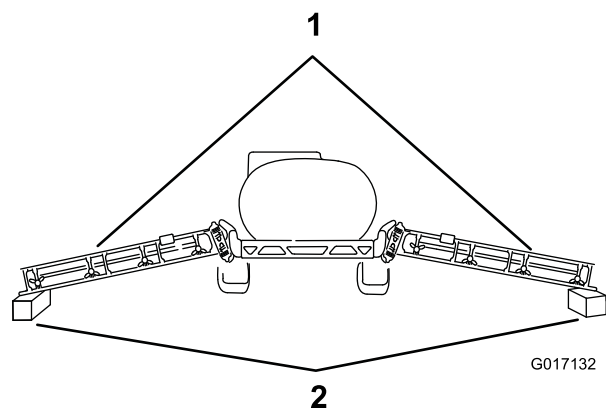

Рисунок 8
3. Осторожно опустите наружные секции стрелы на деревянные блоки высотой приблизительно 10 см, как показано на Рисунок 8.